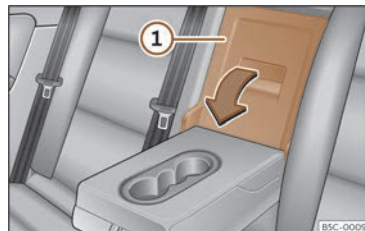

Fig. 195 Pe spătarul banchetei: deschiderea platformei.
- Trageți maneta de eliberare în direcția săgeții și împingeți capacul platformei >>> fig. 195 ① în jos și în față.